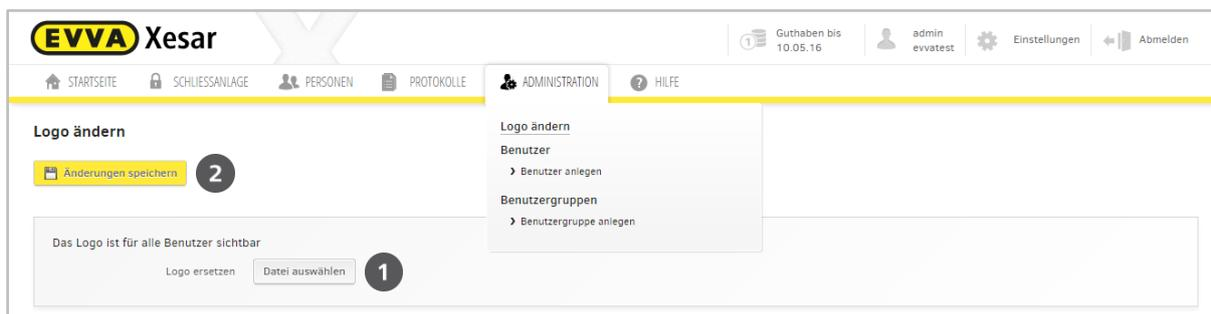

Abbildung 57: Logo ändern
- **Datei auswählen** ❶ (Abbildung 57: Logo)
- Klicken Sie auf **Änderungen speichern** ❷ (Abbildung 57: Logo)